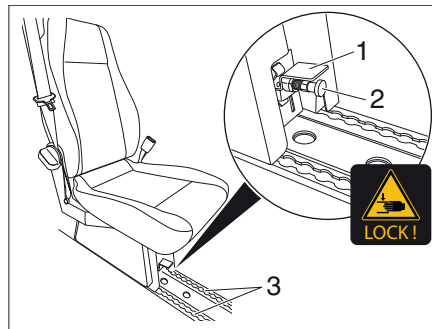

Bild 20 Montera och demontera enkelsäte
- Låsspaken (Bild 20,1) dras uppåt.
- Lyft in enkelsätet i skenan (Bild 20,3).
- Ihakningsbultarna (Bild 20,2) drar man i samt att låsspaken (Bild 20,1) sedan tryck nedåt.
- Tryck lätt ned och dra ihakningsbultarna (Bild 20,2) under enkelsätet. Spärren låses upp.
- Flytta enkelsätet (Bild 20,2) och tryck ned låsspaken (Bild 20/1). Enkelsätet är fastlåst.